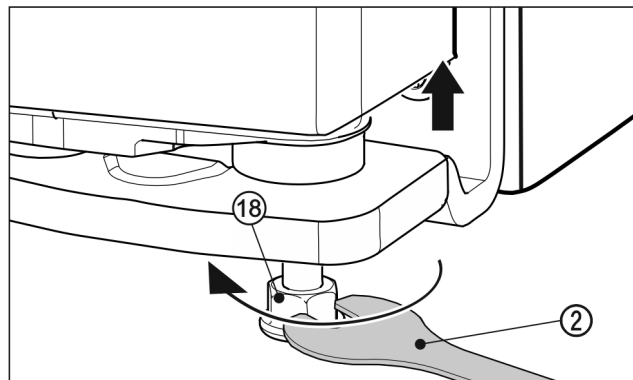

Fig. 26
- Zum Anheben der Tür den Stellfuß Fig. 26 (18) mit dem beiliegenden Gabelschlüssel Fig. 26 (2) rechts herum bis Kontakt auf Fussboden herausdrehen. Dann weiter drehen bis die Tür in der Höhe verstellt ist. Im Auslieferungszustand ist der Lagerbolzen ganz eingedreht.